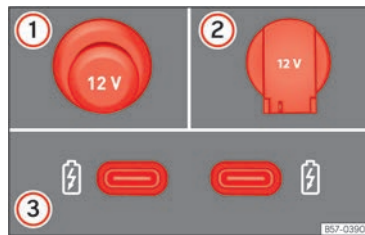

Abb. 156 12-Volt-Steckdosen im Fahrzeug
»» (Abb. 156)
Je nach Ausstattung und Land kann das Fahrzeug auch über USB-Anschlüsse mit **aus-schließlicher Lade- oder Steckdosenfunktion** »» (Abb. 156) ③ verfügen.